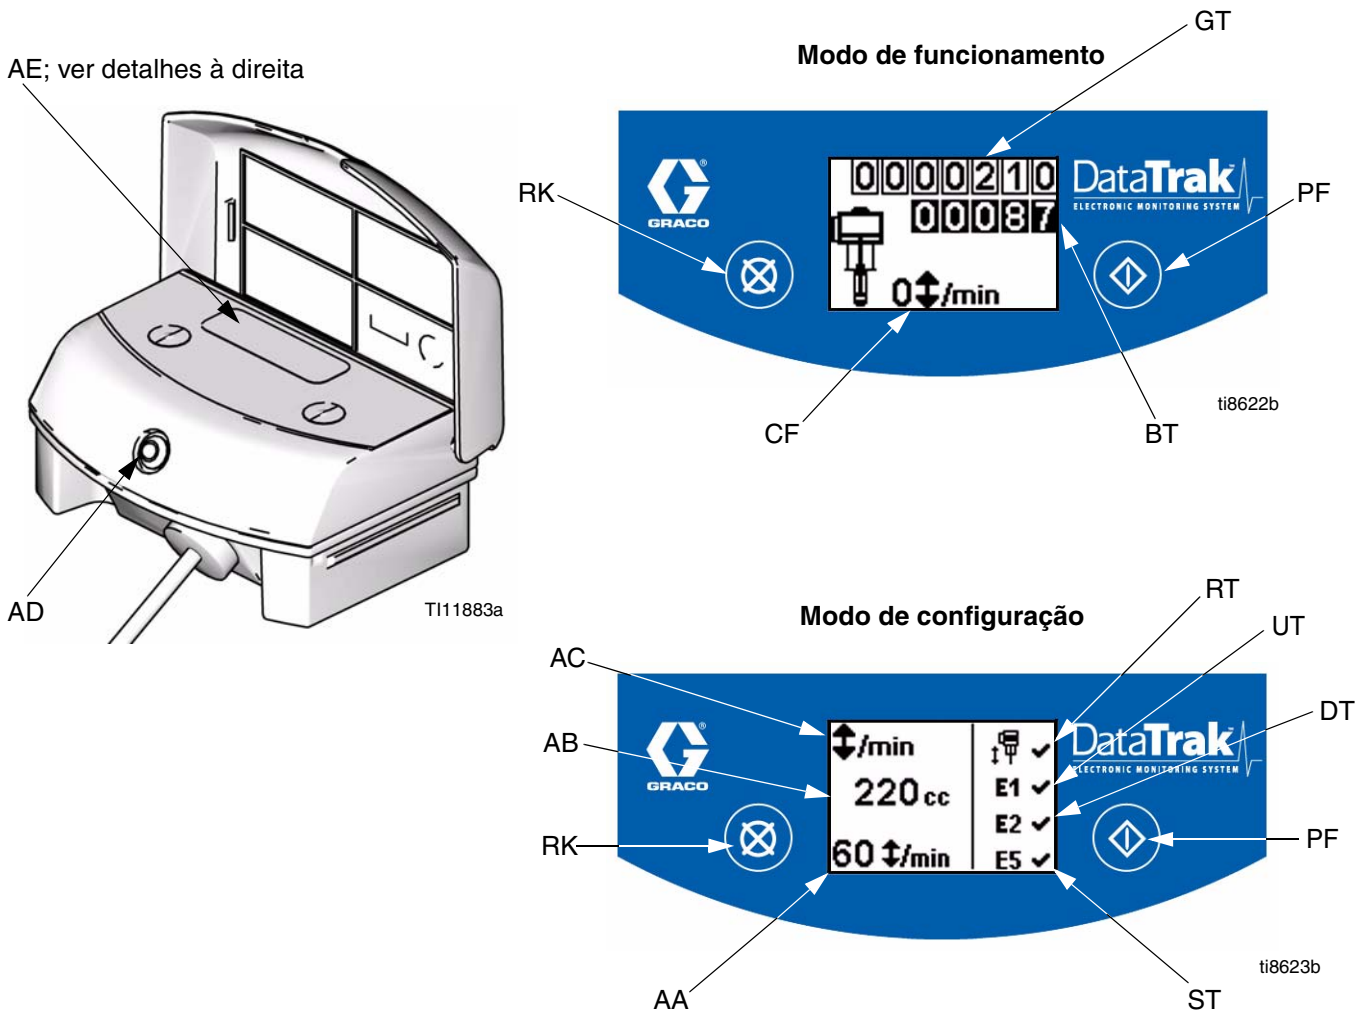

FIG. 7. Controlos e indicadores do DataTrak
## Chave para FIG. 7
1. Consultar FIG. 7. Premir continuamente  durante 5 segundos até aparecer o menu de configuração.
**NOTA:** No caso de desferragem, as opções de erro E1, E2 e E5 são activadas e  aparece no ecrã de configuração. Consultar FIG. 7.
1. Consultar FIG. 7. Se ocorrer desferragem da bomba, é activado o solenóide de segurança em caso de desferragem, parando a bomba. O LED (AD) fica intermitente e o visor (AE) indica uma condição de desferragem (consultar Tabela 1). O visor irá percorrer seis ecrãs de instruções.
2. Visores de segurança 1 e 2: Para reiniciar o solenóide de desferragem, fechar a válvula pneumática principal (E). Aguarde até que o ar sangue completamente para fora do motor pneumático.
3. Visores de segurança 3 e 4: Após o ar ter saído para fora, pressione o botão de libertação do solenóide (J) para baixo de forma a reajustar a válvula de ar. O botão sairá novamente para fora quando a válvula de ar estiver novamente pressurizada.
5. Abrir a válvula pneumática principal (E) para reiniciar a bomba.
**NOTA:** Para desactivar a monitorização de desferragem, aceder ao modo de configuração e definir o valor de desferragem para 0 (zero) ou desactivar (RT)  (consulte FIG. 7).
1. Consultar FIG. 7. Para aceder ao modo de arranque/esvaziar, premir qualquer tecla para activar o visor e, em seguida, premir . Aparece o símbolo de arranque/esvaziar no visor e o LED
Consultar FIG. 7. O último algarismo do totalizador de lote (BT) representa as décimas partes de galões ou de litros. Para reiniciar o totalizador, premir qualquer tecla para activar o visor e, em seguida, manter premida durante 3 segundos.
Consultar FIG. 7. Em modo de funcionamento, o visor (AE) desliga-se após 1 minuto de inactividade ou após 3 minutos no caso do modo de configuração. Premir qualquer tecla para activar o visor.
**NOTA:** O visor (AE) pode desligar-se se o DataTrak sofrer uma descarga intensa de electricidade estática. Premir qualquer tecla para activar o visor.
O DataTrak consegue diagnosticar diferentes problemas da bomba. Quando o monitor detecta um problema, o LED (AD, FIG. 7) fica intermitente e aparece um código de diagnóstico no visor. Consultar Tabela 1.